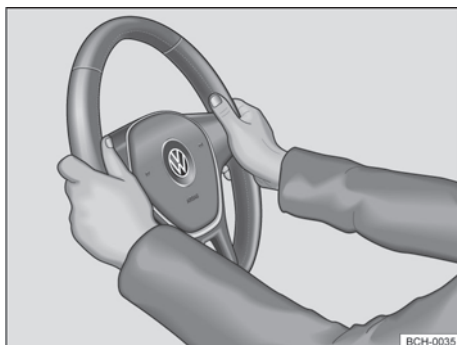

Fig. 62 No volante: posição 9 e 3 horas.
- Ajustar a posição do volante de forma que possa segurá-lo lateralmente pela borda externa nas posições de 9h e 3h → Fig. 62 com ambas as mãos e os braços ligeiramente dobrados.
- Empurrar a alavanca ① sempre pelo manípulo com firmeza para cima após o ajuste, para travar a posição do volante.
- Durante a condução, sempre segurar o volante com ambas as mãos lateralmente na borda externa nas posições de 9h e 3h → Fig. 62, para reduzir ferimentos causados por um acionamento do airbag frontal do condutor.